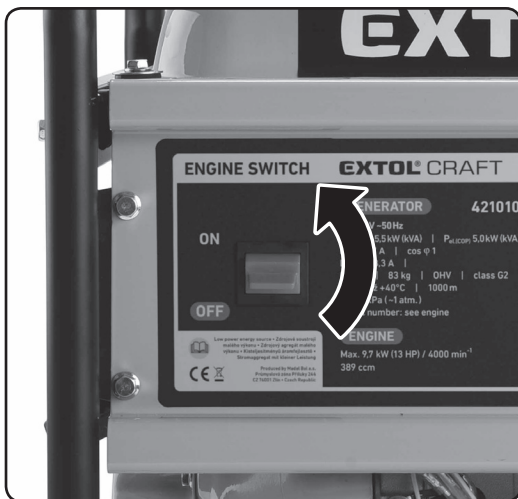

Рис. 17
10. Перемкніть робочий перемикач у позицію «ON» (рис. 17).